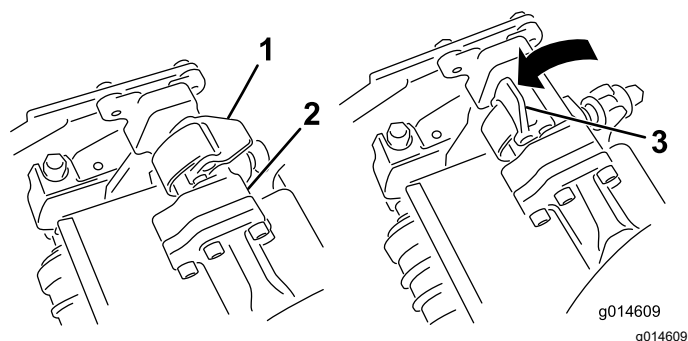

Figura 48
4. Chiudete i fermi spostandoli verso il basso e attorno alla barra dell'apparato di taglio, quindi bloccateli in posizione (Figura 48).
- Aprirete i fermi sulla barra del braccio di sospensione dell'apparato di taglio che state rimuovendo (Figura 48).